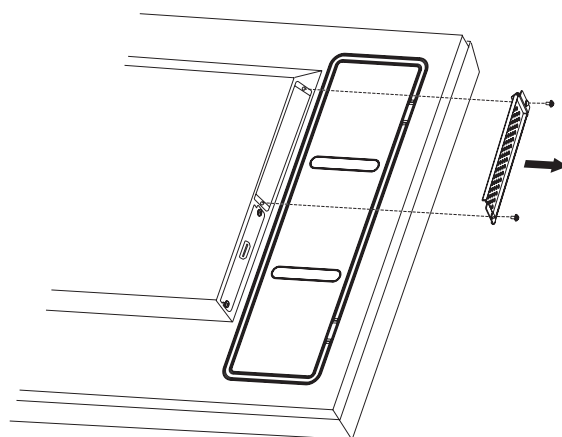

図 1
- オプションボード用スロットのネジを外し (図 1)、オプションボードを取り外します。